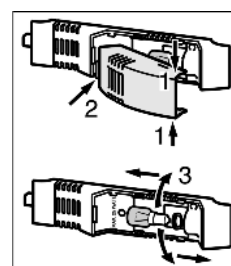

Fig. 13
- ▶ Het afdekkapje van de lamp boven en onder vastpakken *Fig. 13 (1)*.
- ▶ Het afdekkapje achter losklikken en verwijderen *Fig. 13 (2)*.
- ▶ Vervang de lamp *Fig. 13 (3)*.